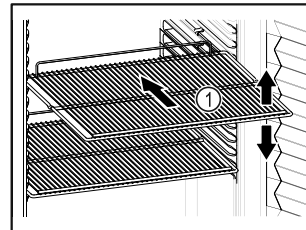

Fig. 61 Przykładowa prezentacja
- Jeśli ruszty do składowania Fig. 61 (1) są ruchome, należy je ustawić odpowiednio do wysokości.